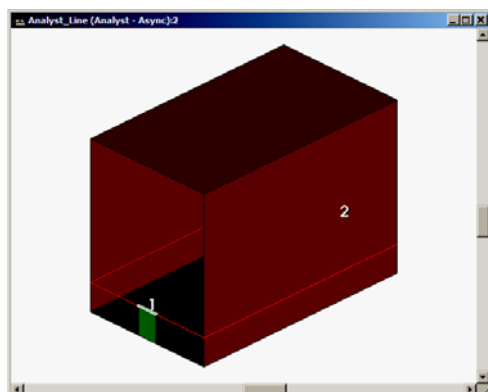

Рис. 31
2. Щёлкните по значку **Show Boundary Conditions** на панели инструментов. Топология будет выглядеть, как показано на рис. 31.